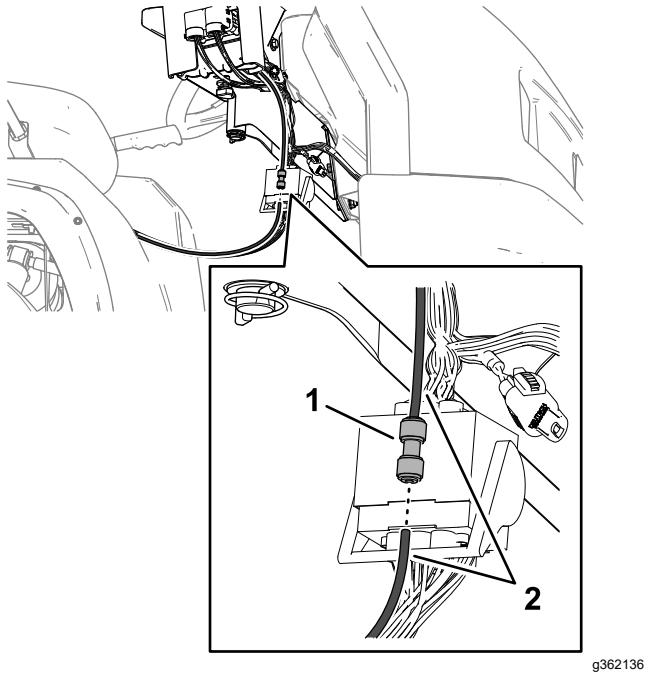

Bild 133
- Führen Sie den Druckmessschlauch in das Schnelltrenn-Anschlussstück ein, bis er vollständig sitzt (Bild 133).